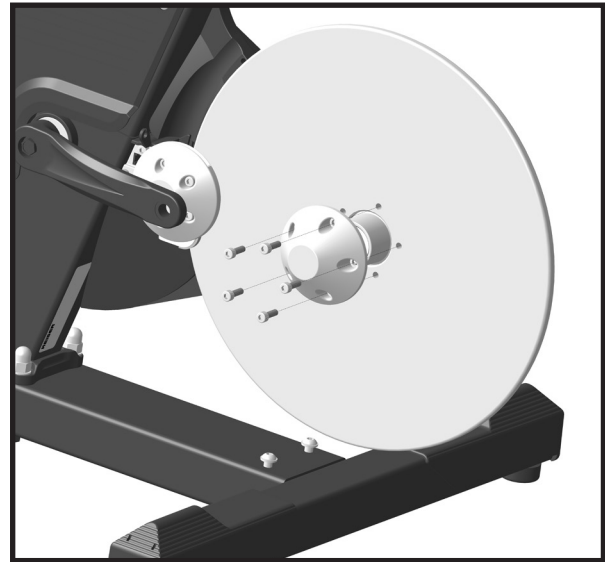

Abbildung 4: Montage des Schwungrads und der Radkappe
- a) Richten Sie die Bohrungen der Radkappe an denen der Schwungscheibe aus (siehe Abbildung 4).